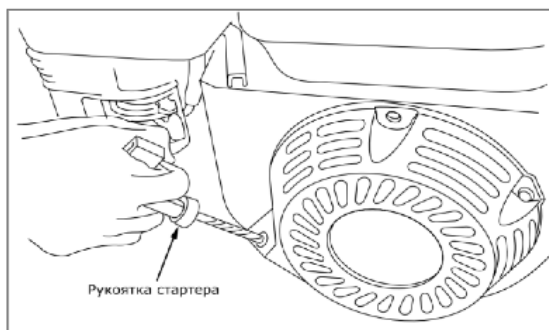

Рис. 24
• Проверните коленчатый вал двигателя ручным стартером до тех пор, пока не почувствуете сопротивление, затем медленно опустите ручку стартера вниз. Снова медленно потяните за ручку стартера, пока не почувствуете, что стартер вошел в зацепление с маховиком, после чего, резко и с усилием потяните за ручку стартера и запустите двигатель (рис. 24). При необходимости повторите.